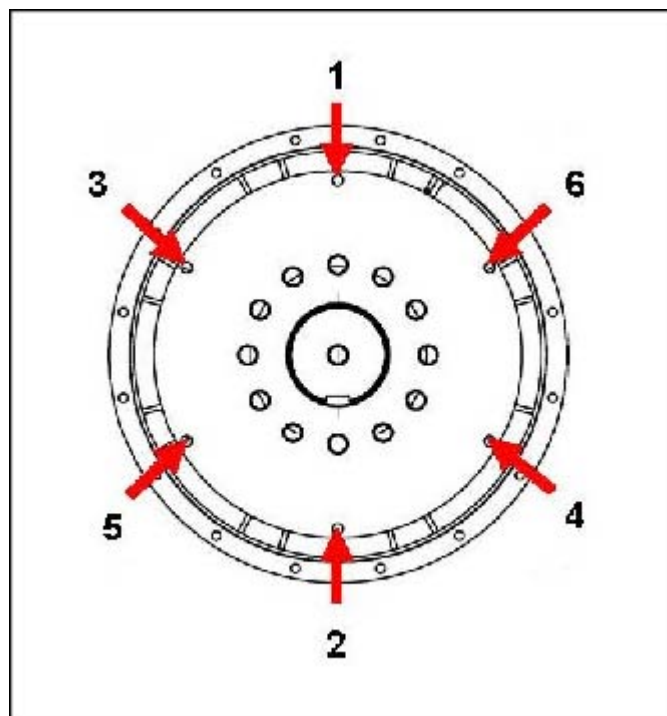

FIGURE 23. SÉQUENCE DE FIXATION À LA ROUE VOLANTE
10. Serrer les vis pour fixer le disque d'accouplement au volant dans l'ordre indiqué sous Figure 23 à la page 41